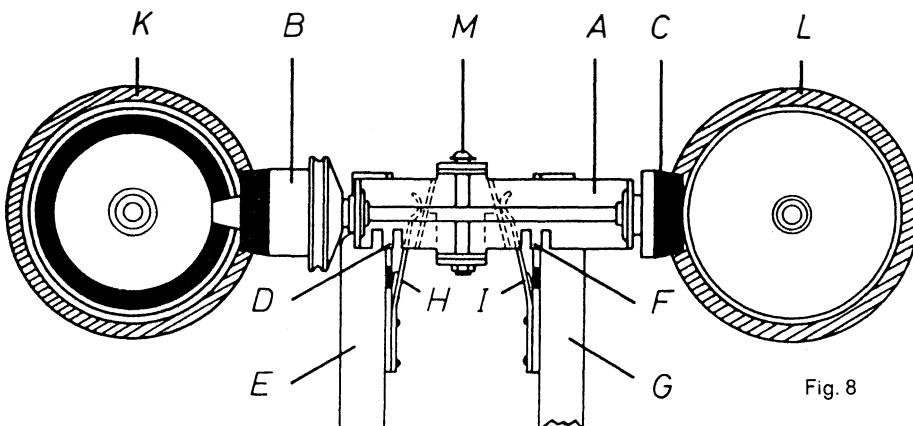

Fig. 8
### 2.5 Fast Forward and Rewind (see Fig. 8)
### 2.5 Défilement accéléré en avant et en arrière (voir fig. 8)
### 2.5 Avance y retroceso rápidos (véase fig. 8)
**2.51 Checking the Fast Forward/Rewind See-Saw (see Fig. 8)**
**2.52 Adjusting the Fast Forward/Rewind See-Saw (see Fig. 8)**
**2.53 Checking the Fast Forward and Rewind Functions (see Fig. 8)**
**2.51 Contrôle de la flèche pour le défilement accéléré en avant et en arrière (voir fig. 8)**
**2.51 Verificación del balancín para Avance-Retroceso (véase fig. 8)**
**2.52 Réglage de la flèche pour le défilement accéléré en avant et en arrière (voir fig. 8)**
**2.53 Contrôle du défilement accéléré en avant et en arrière (voir fig. 8)**
**2.52 Ajuste del balancín para Avance-Retroceso (véase fig. 8)**
**2.53 Verificación de Avance-Retroceso (véase fig. 8)**
**2.54 Adjusting the Fast Forward and Rewind Functions (see Figs. 8 and 9)**
**2.54 Réglage du défilement accéléré en avant et en arrière (voir fig. 8 et 9)**
**2.54 Ajuste de Avance-Retroceso (véase figs. 8 y 9)**